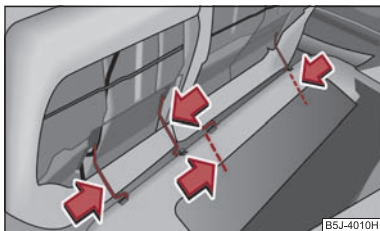

Abb. 56 Sitzflächen ausbauen
- Drücken Sie die Drahtbügel in Pfeilrichtung ⇒ Abb. 56 und nehmen Sie die Sitzfläche aus der Halterung.